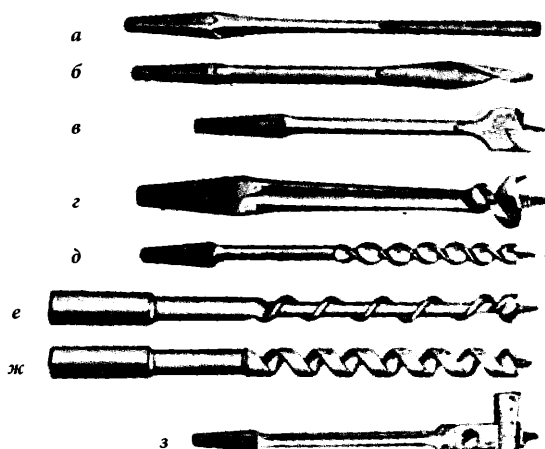

Рис. 72. Сверла:
**Ложечное сверло** (рис. 72, а) применяется для сверления древесины вдоль волокон. Режущая кромка одна, прямая, расположена параллельно оси вращения сверла; на стороне, противоположной режущей кромке, делается направляющая, представляющая собой часть цилиндрической поверхности, описываемой лезвием.
**Улиткообразное сверло** (рис. 72, б) представляет собой ложечное сверло, нижняя часть которого сделана винтообразной, с режущей кромкой, идущей по конической вин-
**Центровое сверло (перка)** (рис. 72, в). Представляет собой сверло, имеющее в нижней части форму лопатки с центральным направляющим острием, боковым резцом, так называемым дорожником или подрезателем, для подрезания древесины по кругу, и режущим лезвием, снимающим стружку в виде винтовой ленты. Применяется для неглубокого сверления поперек волокон. Поверхность сверления получается чистой, точность сверления невысока. Изготовление сверла несложно.
Центровое **скрученное сверло** (рис. 72, г) представляет собой перку с лопаткой, скрученной винтообразно, благодаря чему стружка отводится лучше и возможно более глубокое сверление. Применяется для сверления вдоль волокон и дает чистую, но недостаточно точную поверхность.
**Змейковое, винтовое или червячное сверло** (рис. 72, д) представляет полосу прямоугольного сечения, скрученную около продольной оси. Находящиеся на конце полосы рабочие части оттянуты для образования центра и двух групп режущих кромок, подрезателей (дорожников) для получения чистой цилиндрической поверхности, ограничивающей отверстие, и собственно резцов (лезвий) для снятия стружки при углублении сверла в материал.
**Сверло шнековое, или змейковое одноходное** (рис. 72, е), применяется для глубокого сверления поперек волокон. Дает чистую поверхность и хорошую точность сверления, хорошо отводит стружку.
**Штопорное сверло** (рис. 72, ж) применяется для глубокого сверления поперек волокон. Дает чистую поверхность и большую точность сверления. Хорошо отводит стружку. При сверлении по кондуктору требует удлиненной направляющей втулки.
**Сверло центровое раздвижное (центробор)** (рис. 72, з) применяется для сверления отверстий особенно больших диаметров. Режущим элементом центробора является пластинка с лезвием на нижней и подрезателем (дорожником) на одной из боковых кромок. Пластинка устанавливается в головке сверла вблизи центрирующего винтового острья и закрепляется в нужном положении при помощи винта. Для удобства на пластинке имеются деления, показывающие радиус сверла.